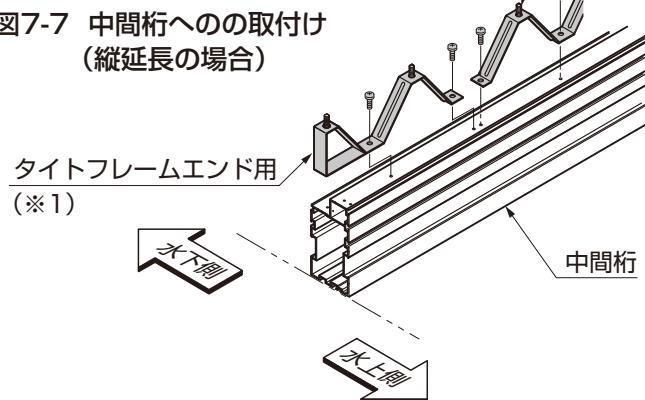

図7-9 中間桁への取付け
- 縦横延長の場合は、中間桁にもタイトフレームを取付けてください。(図7-9参照)